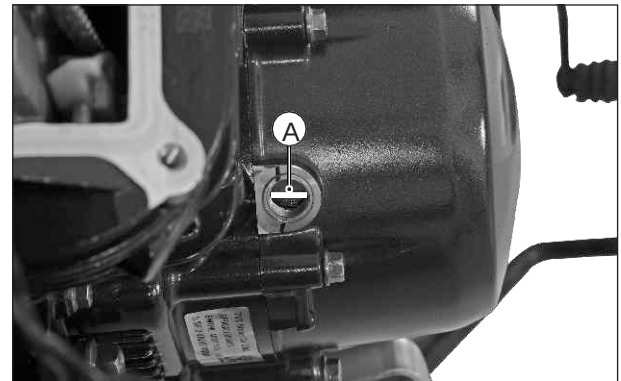

Fig. 3.103
- Asegúrese que la 5ta marcha está engranada y gire suavemente la rueda trasera hasta alinear la marca del punto muerto superior (A) en la volante con el centro del visor en la tapa volante. (Fig. 3.103)